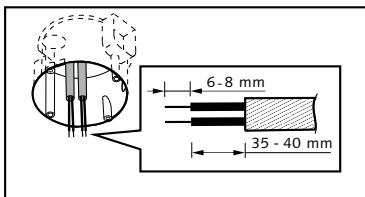

Bild 17-A
- Dra ut nätsladdarna från den europeiska standardkopplingslådan (se bild 17-A) och ta bort 6-8 mm kabelhylsa för kabeldragning.